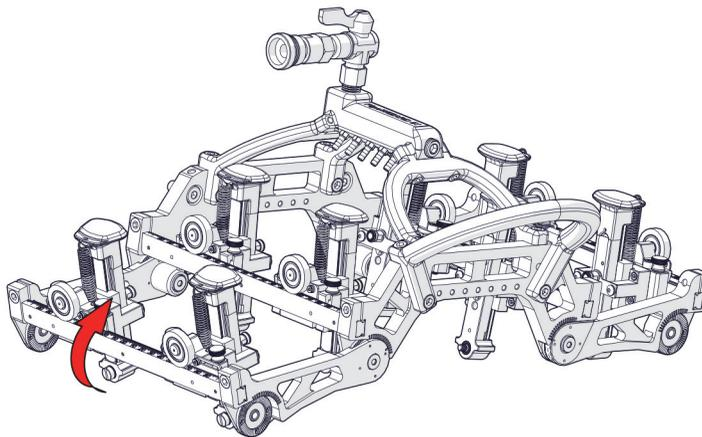

Figure 1-52 Réglage de l'angle de la section du module de sondes
5. Au besoin, réglez l'angle de la section du module de sondes (Figure 1-52 à la page 65).